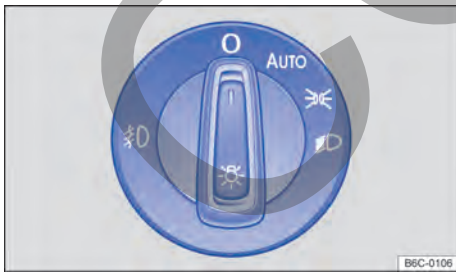

Fig. 72 Al lado del volante: interruptor de luces (una variante).
- **Encender el faro de neblina** : Tire del conmutador de las luces hacia afuera → fig. 72, hasta la primera ranura. La luz de control  se enciende en el conmutador en color verde.